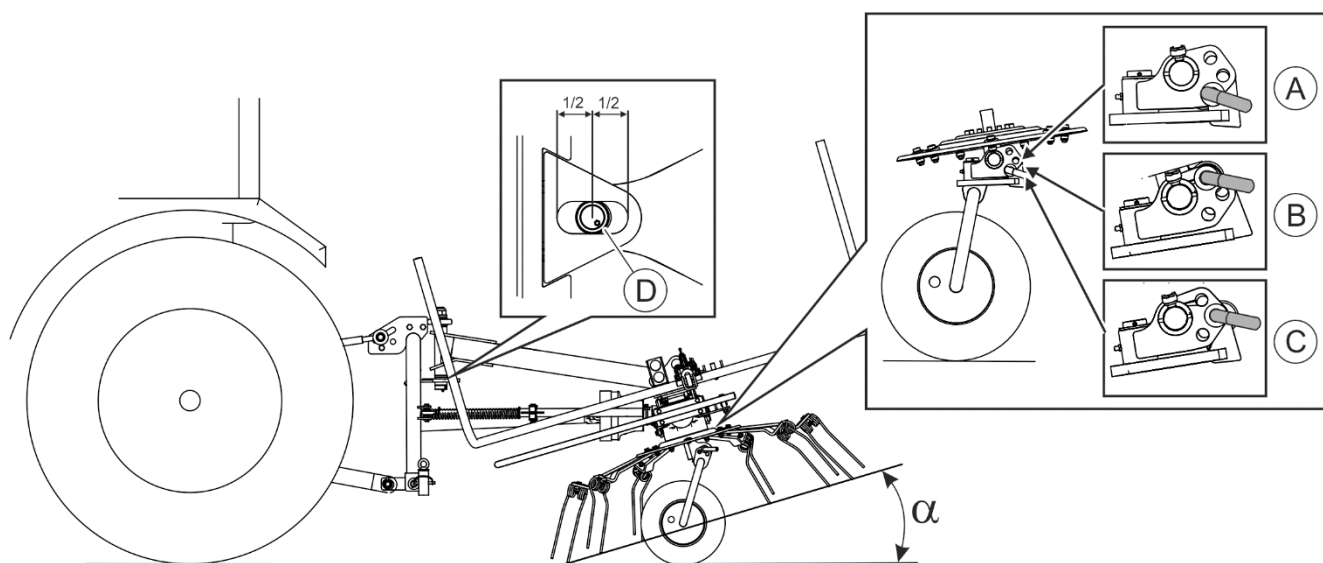

РИСУНОК 4.8 Работа ворошилкой – угол наклона карусели (угол разброса)
- установить высоту нижних тяг трехточечной системы навески трактора и отрегулировать длину верхней сцепки таким образом, чтобы карусели наклонились вперед, пружинные зубья слегка касались почвы, а втулка шарнира оказалась посередине продолговатого отверстия (D) (РИСУНОК 4.8),
- установить шкворни, фиксирующие положение колес, в соответствии с требуемым углом наклона (А), (В) и (С) (РИСУНОК 4.8) и зафиксировать чеками